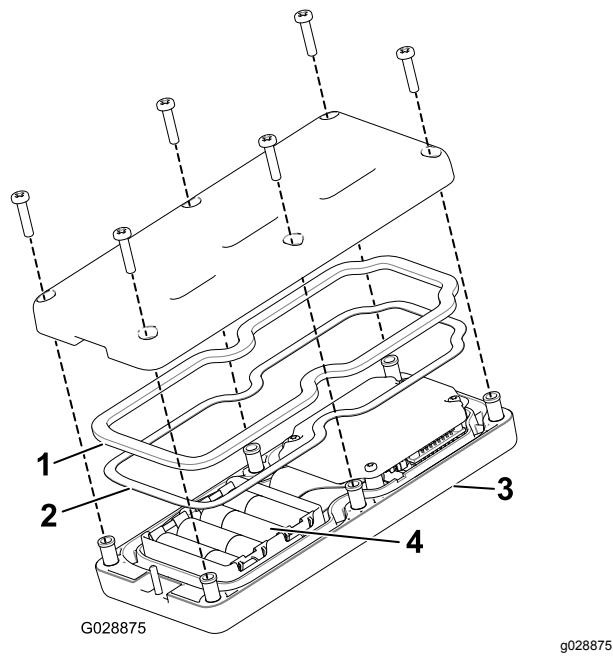

Рисунок 38
3. Отверните 6 винтов в задней части пульта дистанционного управления и снимите крышку (Рисунок 38).
- 5. Вставьте все новые элементы питания в соответствующие гнезда, соблюдая полярность. (Если батарейки будут установлены неправильно, устройство не будет повреждено, но и не будет работать.) В каждом гнезде имеется тиснение с обозначениями полярности клемм (Рисунок 38).
- 6. Если вы случайно удалили резиновое уплотнение и стальную прокладку, осторожно установите их обратно в канавку ручного пульта дистанционного управления (Рисунок 38).
- 7. Установите на место крышку, закрепите ее с помощью 6 ранее снятых винтов (Рисунок 38) и затяните их с моментом 1,5–1,7 Н·м.